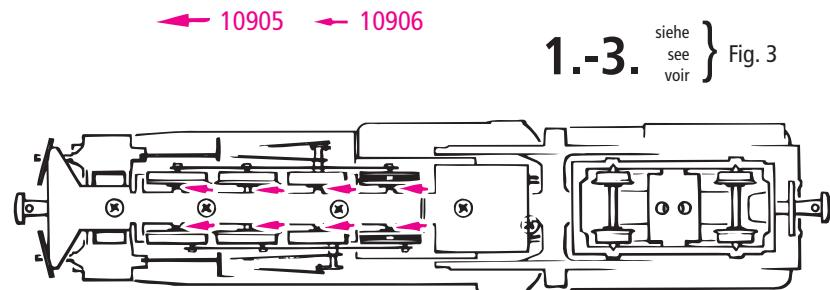

Fig. 8
1. Reinigung der Radstromkontakte: Radstromkontakte können auf unsauberen Schienen leicht verschmutzen. Bitte **entfernen Sie** vorsichtig mit einem kleinen Pinsel **den Schmutz** an den in Fig. 8 gekennzeichneten Stellen.
Les lames de contact risquent de s'encrasser rapidement sur des voies poussiéreuses. Veuillez **enlever la poussière** aux endroits marqués à la fig. 8 à l'aide d'un petit pinceau souple.
1. Cleaning of wheel contacts: Wheel contacts easily get dirty on tracks which are not entirely clean. Use a small brush to **remove dirt** from spots marked in fig. 8.